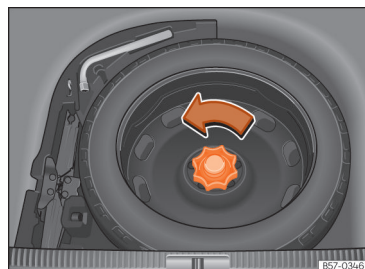

Fig. 235 Al maleter: base de càrrega alçada.
- Gireu la rodeta en sentit contrari al de les agulles del rellotge » fig. 235.